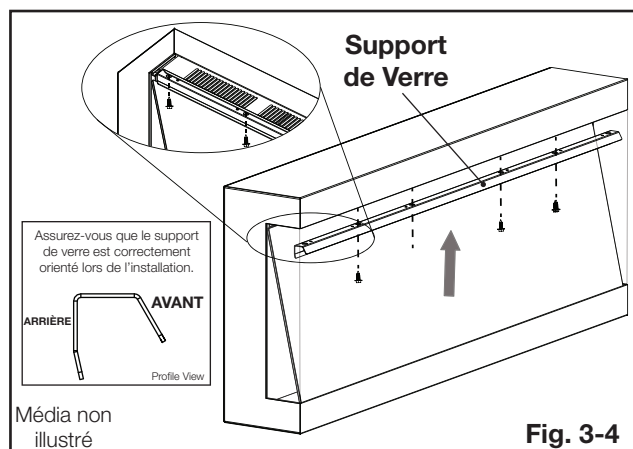

Fig. 3-4
4. Réinstallez le support de verre en refixant les quatre vis à tête plate à travers les trous du support de verre (**Fig. 3-4**).